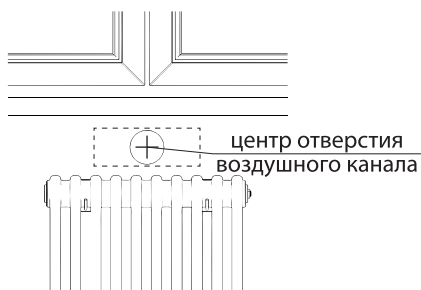

Рис. 3
1. Для осуществления разметки, основание клапана без крышки прикладывается к стене и отмечается центр отверстия воздушного канала (Рис.3).
1. Для осуществления разметки, корпус клапана без крышки прикладывается к стене и отмечается центр отверстия воздушного канала (Рис.3).